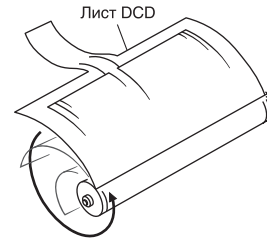

Рис. 17. Закрепление листа DCD на узле барабана
2. Установите лист DCD и закрепите его на узле барабана липкой лентой (см. рис. 17). Лист должен быть выровнен по краю барабана с передней стороны.